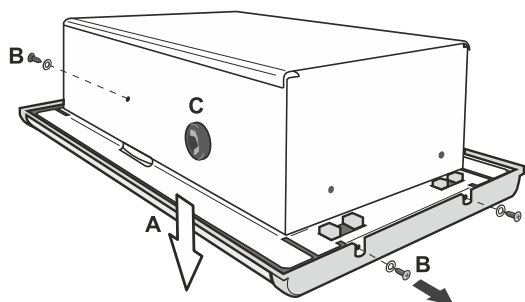

Fig. 1
- Sganciare la griglia frontale (A) rimuovendo le tre viti autofilettanti e relative rondelle (B) che la fissano alla scatola da incasso (fig. 1);
- Aiutandosi con un cacciavite, praticare un foro passante nei passacavo (C) presenti sui lati della scatola.
- Unhook the front grille (A) by removing the three self-tapping screws and the washers (B) securing it to the box for wall mounting (Fig. 1);
- With the help of a screwdriver, make a through hole in each cable gland (C) on the sides of the box.
- Décrocher la grille frontale (A) en enlevant les trois vis autotaraudeuses et les rondelles (B) qui la fixent au boîtier à encastrer (Fig. 1);
- À l'aide d'un tournevis, percer un trou passant dans les passe-fils (C) présents sur les côtés du boîtier.
- Haken Sie das vorderseitige Gitter (A) aus, indem Sie die drei gewindeformenden Schrauben und die dazugehörigen Unterlegscheiben (B) entfernen, die es am Einbaukasten befestigen (Abb. 1);
- Bohren Sie mithilfe eines Schraubenziehers ein durchgängiges Loch in die Kabeldurchgänge (C) an den Seiten des Einbaukastens.